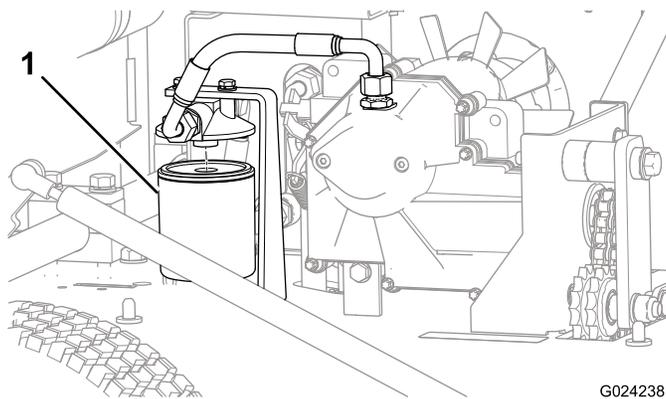

Figura 33
5. Coloque un recipiente debajo del filtro y retire el filtro (Figura 33).